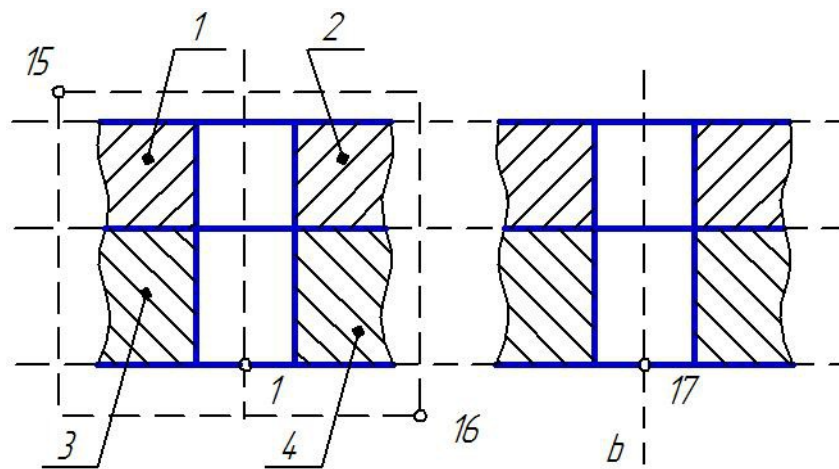

Рис. 2.6. Выполнение штриховки фронтального разреза и построение профильного разреза методом копирования
5. Выполните штриховку области разреза (рис. 2.6):